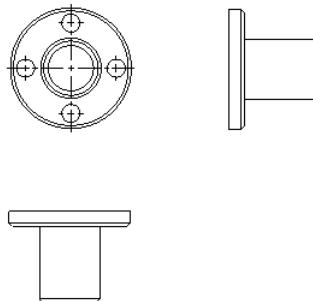

图 8-24 标准三视图
**05** 工程图窗口出现，并且出现标准三视图，如图 8-24 所示。